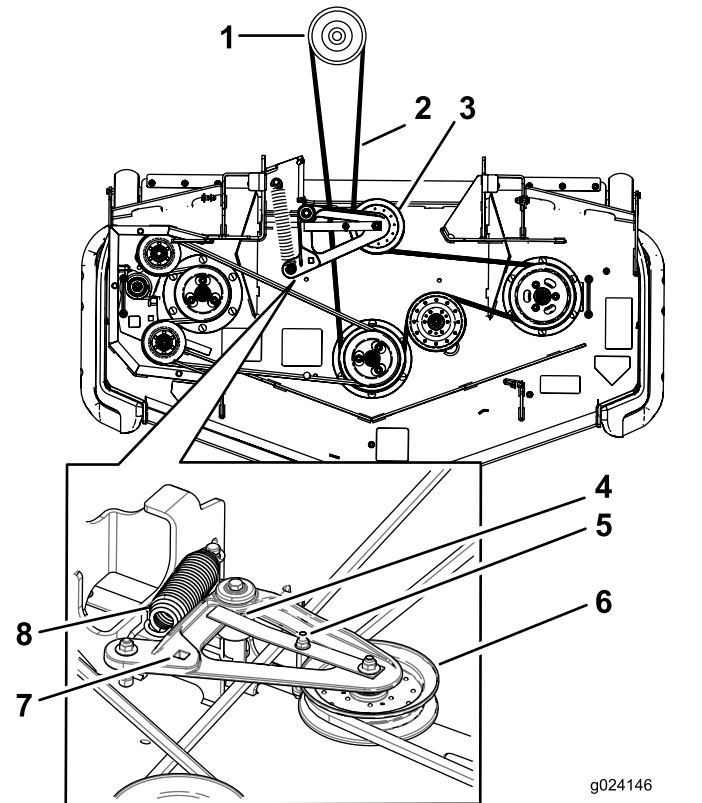

Figure 91
6. Insérez un rochet dans le trou carré du bras de la poulie de tension pour détendre le ressort de la poulie (Figure 91).
8. Acheminez la courroie neuve autour des poulies du plateau de coupe et de la poulie d'embrayage, sous le moteur (Figure 91).
9. Tournez et vérifiez que la patte du guide-courroie vient frapper le moyeu de pivot (Figure 91).
10. Insérez le rochet dans le trou carré pour chausser la courroie sur la poulie de tension rappelée par ressort (Figure 91). Engagez les extrémités du ressort dans les rainures d'ancrage.